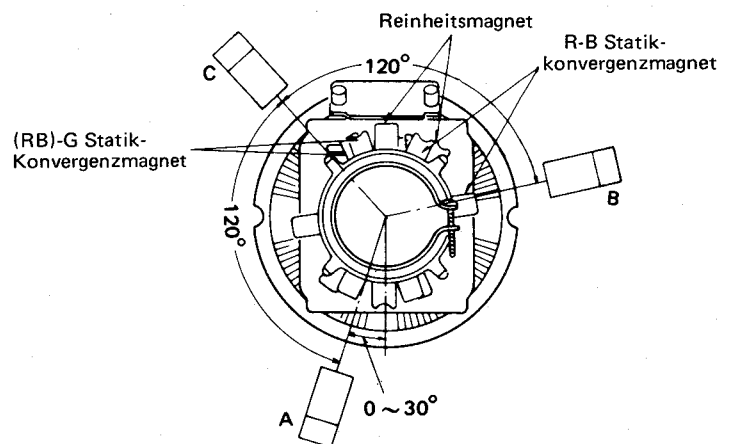

Abb. 10
KONVERGENZ-ABGLEICH (Siehe Abb. 10)
1. Der in Abb.10 gezeigte Keil A sollte innerhalb eines Bereichs von $0^\circ \sim 30^\circ$ links von der vertikalen Linie festgestellt werden, wie gezeigt.